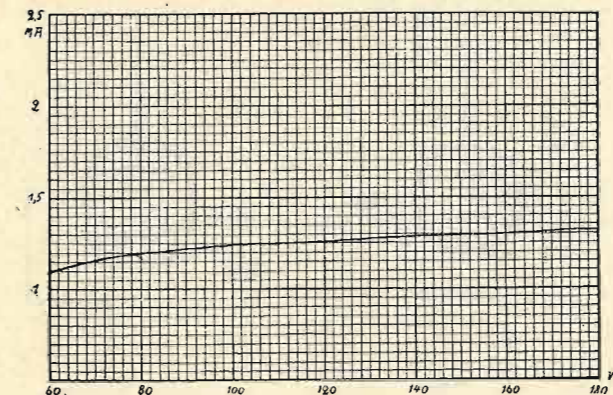

Fig. 3.
una tensione di griglia-schermo di 50 volta, la seconda con 90 volta. Notare l'improvviso abbassamento cui va soggetta la corrente anodica quando la tensione di placca e la tensione di griglia-schermo press'a poco si equivalgono; notare anche l'andamento della corrente dopo tale inflessione; esso è in *leggerissimo* aumento. Questo secondo tratto, il più interessante perchè è quello in cui si fa funzionare la valvola, è rappresentato più particolarmente in fig. 3.
Volendo ora conoscere il coefficiente d'amplificazione e la resistenza interna della valvola, funzionante nelle condizioni in cui sono state rilevate le curve, si procederà applicando le formole (1) e (2). Dalla curva di fig. 3 si vede che per ottenere una variazione di, per esempio, 0,1 mA nel circuito anodico è necessaria una